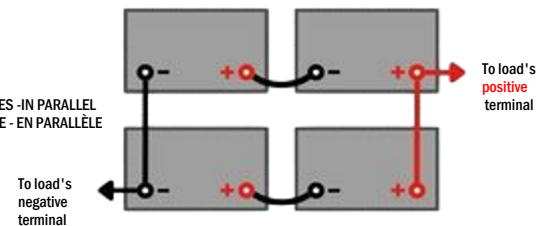

Fig. 3
4. Make the proper wiring connections between the AC supply and the unit's transformer: RED - Line 347 Volts or ORANGE - Line 277 Volts; BLACK - Line 120 Volts; WHITE - Neutral. BROWN is provided instead of RED for special voltages (Fig.3).
4. Effectuer les branchements appropriés entre la tension c.a. et le transformateur de l'unité : ROUGE - ligne de 347 volts ou ORANGE - ligne de 277 volts, NOIR - ligne de 120 volts; BLANC - neutre. Le BRUN est quelquefois offert plutôt que le ROUGE pour des tensions spéciales (Fig.3).
The battery may be connected in reverse polarity. Check connections. Connect Positive lead to Positive battery terminal and Negative lead to Negative battery terminal. The lamps should then turn off and the charge indicator should light when the AC power is applied. (Fig.3)
La batterie peut être branchée avec la polarité inversée. Vérifier les connections. Brancher le fil positif à la borne positive de la batterie et le fil négatif à la borne négative de la batterie. Les phares devraient s'éteindre et la lampe témoin de charge devrait s'allumer lorsque l'appareil est mis sous tension c.a. (Fig.3).